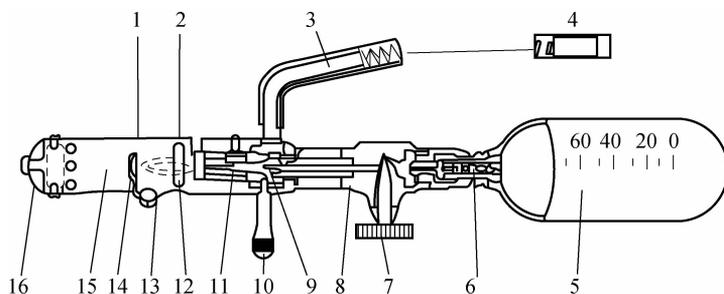

图 3-12 检漏灯式检漏仪的结构
(3)检漏仪。检漏仪是用来检查空调制冷系统有无泄漏部位的主要工具,它是一种丙烷气燃烧喷灯,利用制冷剂气体进入安装在喷灯的检测管(吸入管)内,会使喷灯的火焰按漏气的多少相应地改变颜色这一特性来判断制冷剂的泄漏部位及泄漏程度。其结构如图 3-12 所示。